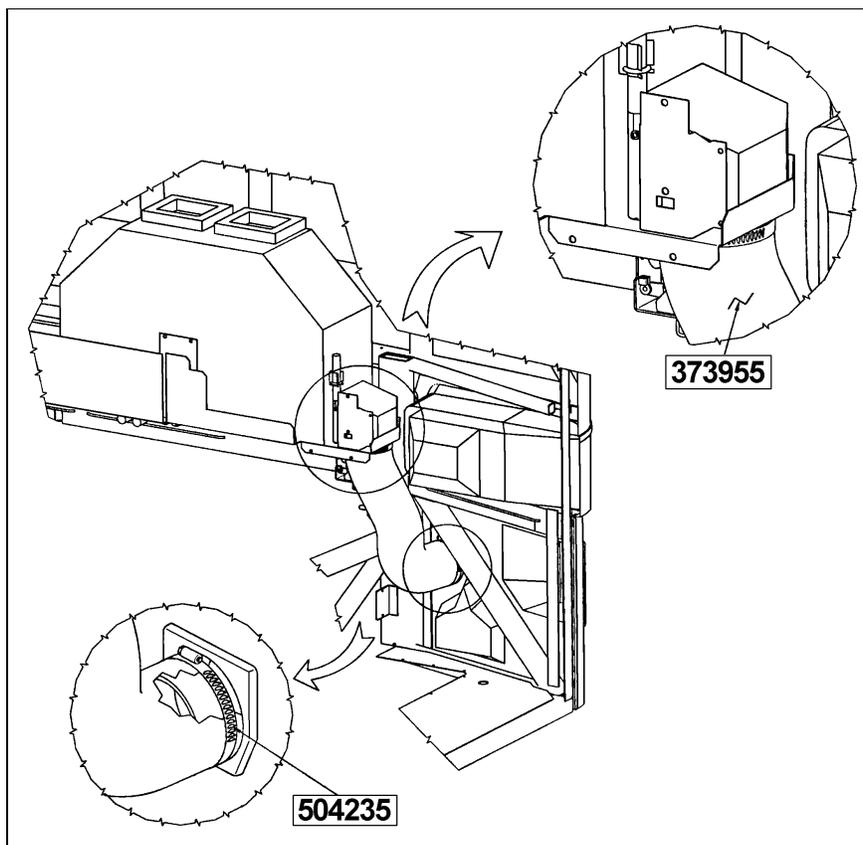

FIGURE 4
8. Installer l'autre collier de serrage pour fixer la canalisation sur la bride (voir figure 4).